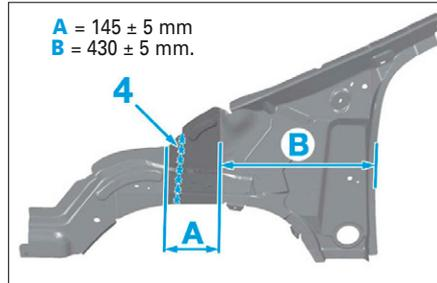

FIG. 29
- Tracer en (4) dans la zone de coupe (A), puis découper pour obtenir la doublure d'aile avant (Fig.29).